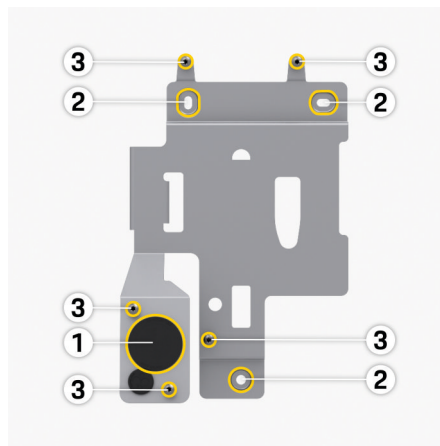

Bild 92: Monteringsplatta
- **Kabel nerifrån:** Dra kabeln direkt till höljets därför avsedda öppning **1** ▶ (Bild 92).
- **Kabel bakifrån:** Placera kabelutgången på väggen i nivå med fästet längst ned till vänster **1** ▶ (Bild 92).
1. Markera monteringshålen på väggen enligt bormallen **2** ▶ (Bild 92).
4. Fäst monteringsplattan med skruvarna **2** ▶ (Bild 92).
7. Dra infrastrukturkabeln genom kabelgenomföring **1** ▶ (Bild 92).
För att installera Ethernet-kabeln, montera kabelgenomföringen (KEL-DP 20/4-1) utifrån och in i den därför avsedda öppningen i höljet (vänster hål under 1 ► (Bild 92)), för att säkerställa tätningen.
10. Fäst Wallbox på monteringsplattan med fem monteringskruvar 3 ► (Bild 92).